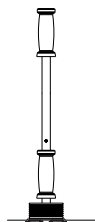

Afb. 1
2. Inductor (1) op de lastverdelerschijf plaatsen.
3. Startknop op de handgreep (3) indrukken.
- b. Indien de plaatsing niet correct is, d.w.z. er is onvoldoende overlapping, moet de inductor (1) verschoven worden tot de positionering juist is (zie afb. 1). Zodra de positionering juist is, wordt het lassen automatisch in werking gesteld.